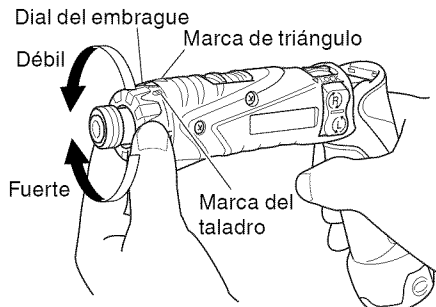

Fig. 8
6. Confirmar la posición del dial del embrague (Ver la Fig. 8).
(2) Indicación del par de apriete (Consulte la Fig. 8)
- (3) Ajuste del par de apriete (Consulte la Fig. 8)